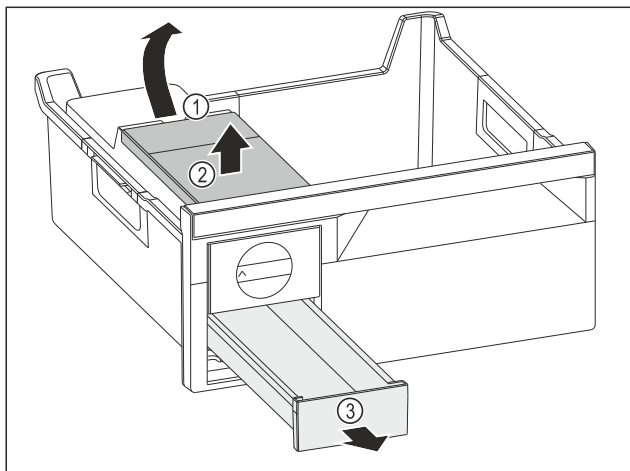

Fig. 75
- Udtagning af vandtank: Løft vandtanken i udsparingen Fig. 75 (1).
- Tag vandtanken Fig. 75 (2) op og ud.
- Tag isterningseskuffen Fig. 75 (3) frem og ud.